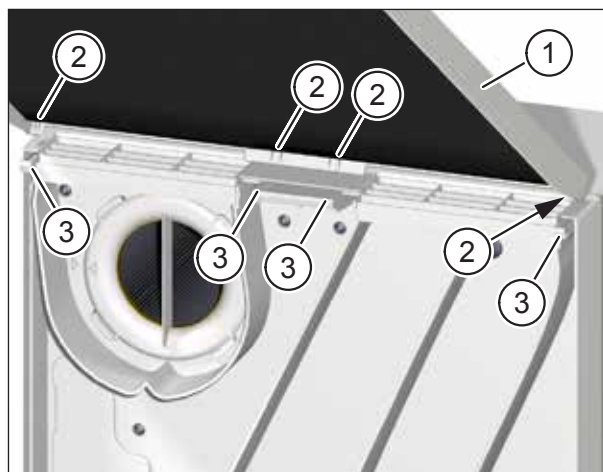

Abb. 17: Gerätedeckel auf Lüftungsgerät aufsetzen
- ▶ Fassen Sie den Gerätedeckel (Pos. 1 in Abb. 17) des Lüftungsgerätes mit beiden Händen und neigen Sie die Oberkante des Gerätedeckels in Richtung Lüftungsgerät.
- ▶ Setzen Sie die Nasen (Pos. 2 in Abb. 17) des Gerätedeckels in die Halterungen (Pos. 3 in Abb. 17) an der Oberseite des Lüftungsgerätes ein.